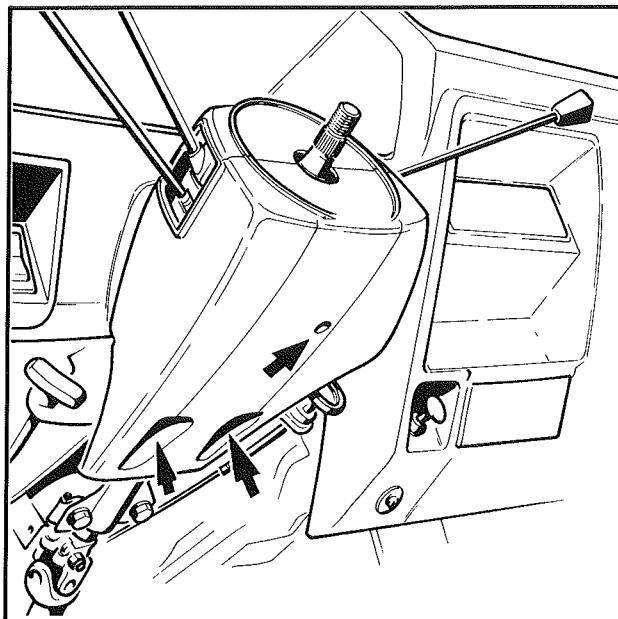

Fig. 3
- Les coquilles inférieure et supérieure du combinateur, 3 vis (Fig. 3).